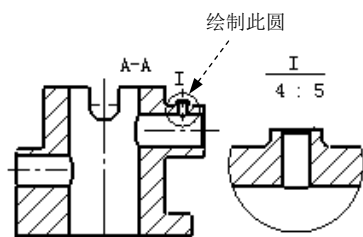

图 9.4.30 创建局部放大图
局部放大图是将机件的部分结构用大于原图形所采用的比例画出的图形。根据需要可以画成视图、剖视图和断面图，放置时应尽量放在被放大部位的附近。下面以图 9.4.30 为例，说明创建局部放大图的一般操作步骤。
Step3. 绘制剖切范围。绘制如图 9.4.30 所示的圆作为剖切范围。